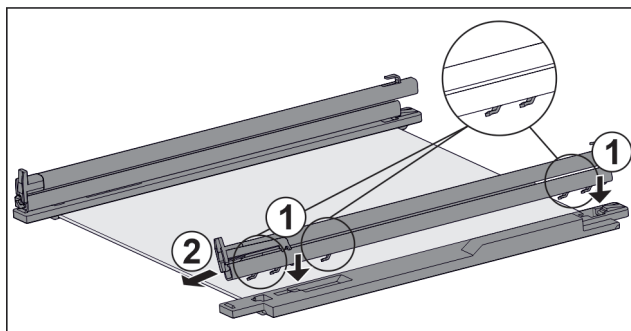

Fig. 100 Glashylla med skenor och fästdelar
- ▶ Sätt på skenans krok på den **vänstra** fästdelens öppningar. Fig. 100 (1)
- ▶ Dra skena framåt. Fig. 100 (2)
- ▶ Sätt på skenans krok på den **högra** fästdelens öppningar. Fig. 100 (1)